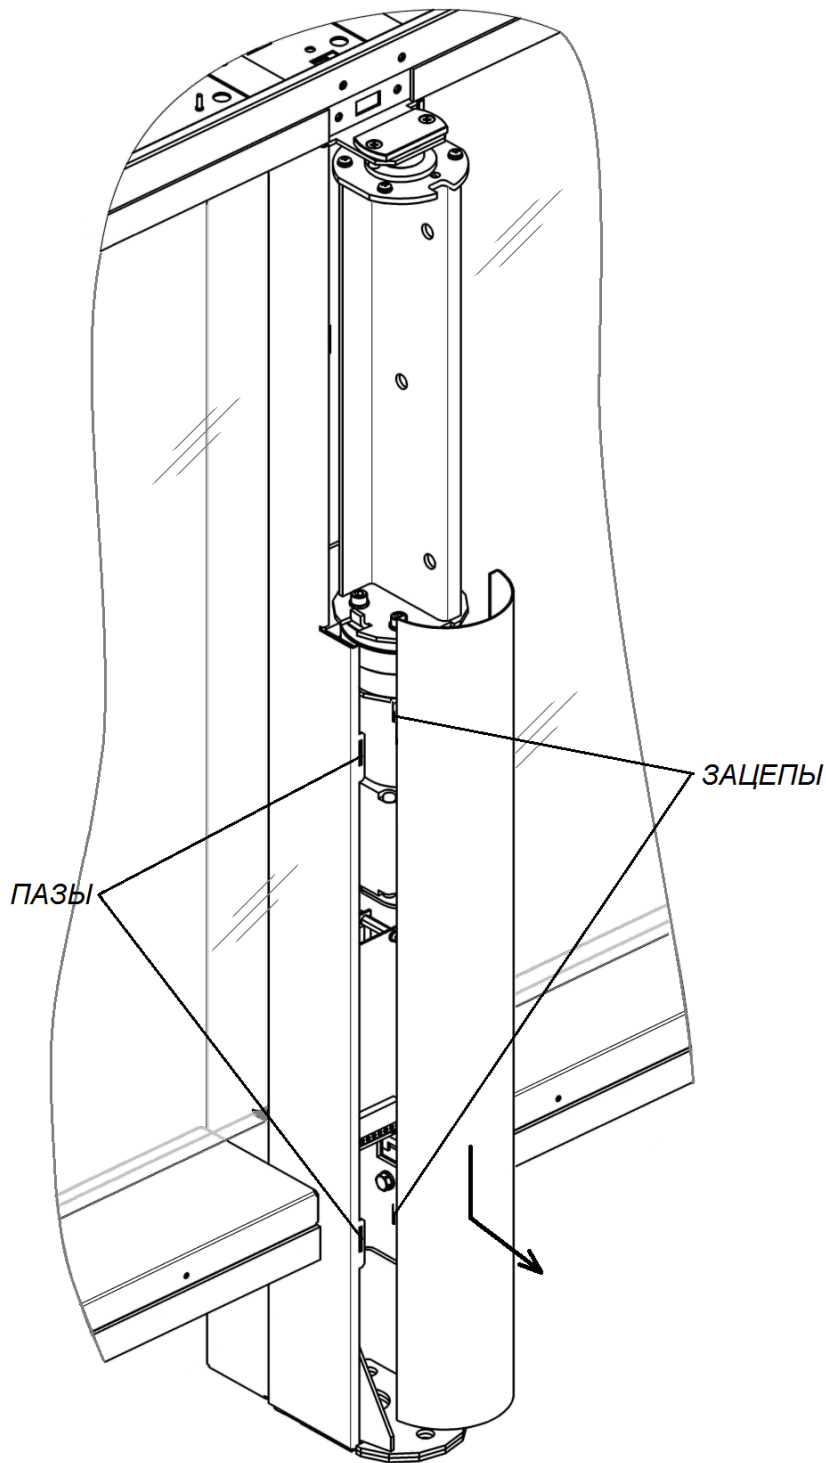

Рисунок 21. Снятие кожура центральной стойки
Для снятия кожуха центральной стойки (5) – сдвиньте кожух вдоль стойки вниз и на себя, выводя зацепы кожуха из пазов в центральной стойке (см. рис. 21).